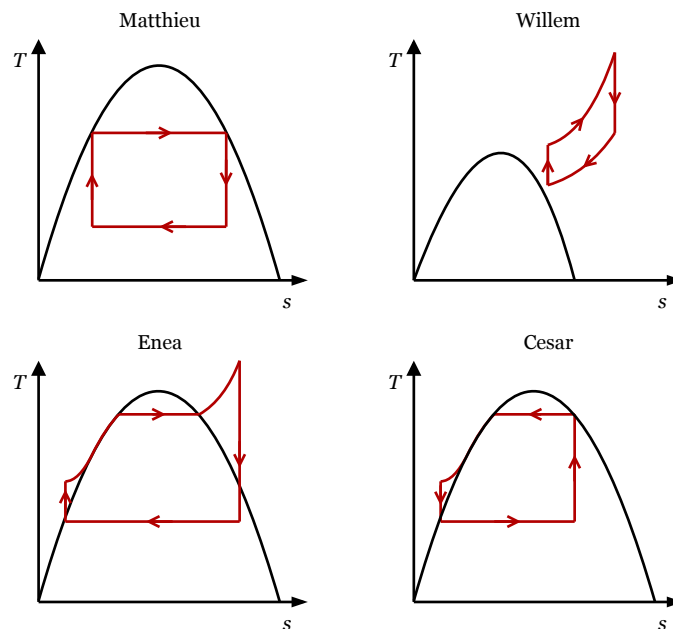

FIGURE 1 – Cycles thermodynamiques des étudiants du cours de conversion d'énergie. La courbe noir représente la courbe de saturation.
2. On a demandé à quatre étudiants du cours de conversion d'énergie de dessiner un cycle thermodynamique sur un diagramme $T-s$. Parmi les cycles proposés ci-après (figure 1), lequel correspond à un cycle de Rankine, pouvant être utilisé pour générer de l'énergie-travail ?